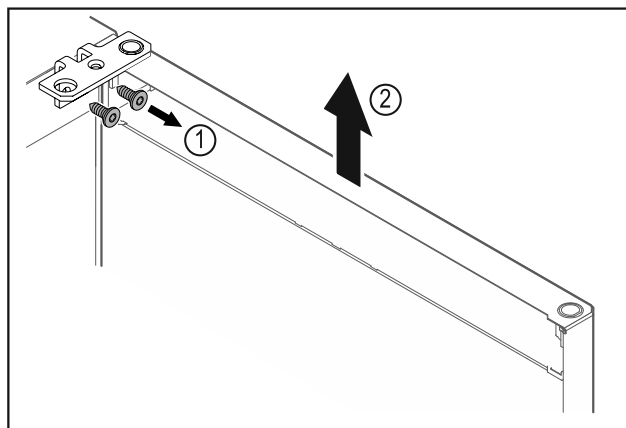

Fig. 13
- ▶ Skru hængselvinklen Fig. 13 (1) af.
- ▶ Løft døren og hængselvinklen Fig. 13 (2) ca. 200 mm lige op, og tag dem af.